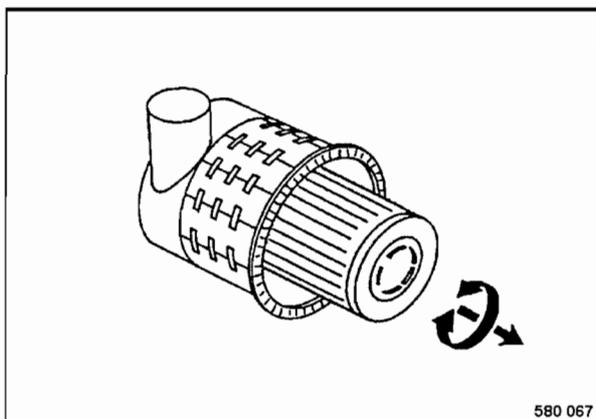

Fig. 107
- Retirar el elemento filtrante principal (Fig. 107) haciendo ligeros movimientos giratorios.